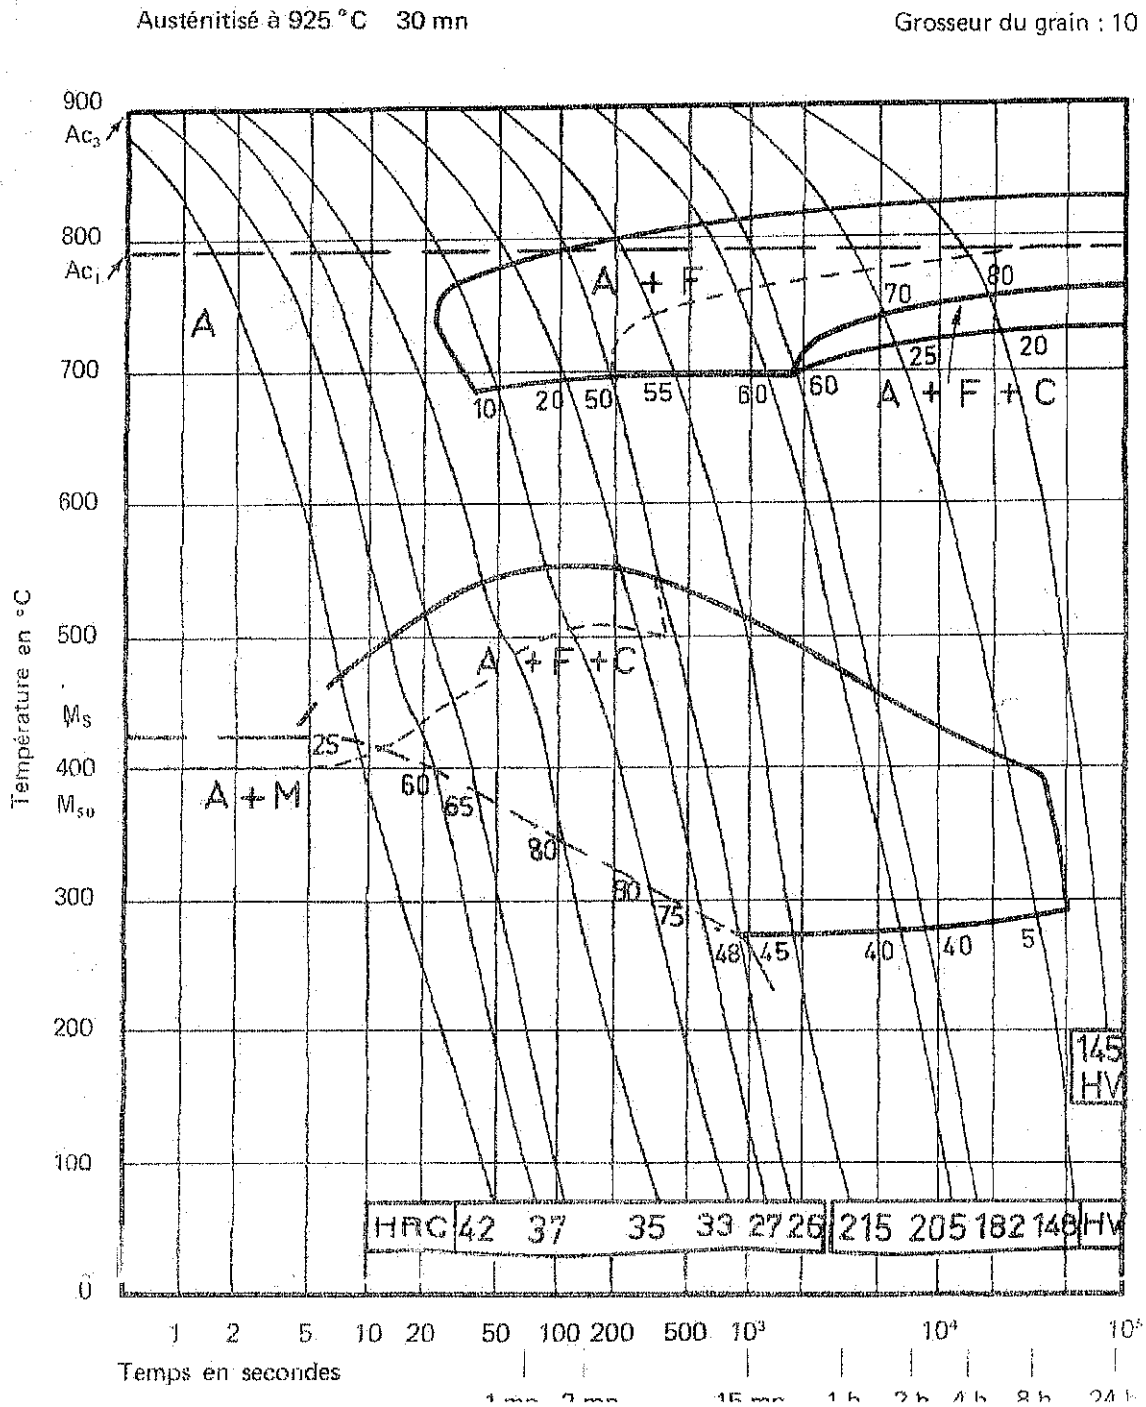

Figure 2 : TRC de l'acier 10CrMo10
1. On se propose d'étudier le TRC (signification) de l'acier 10CrMo10 (composition ?). Identifier les différents domaines présents sur la Figure 2. Décrire de manière précise ce qu'il se passe pour les deux échantillons qui ont été austénitisés à 925°C pendant 30 minutes :